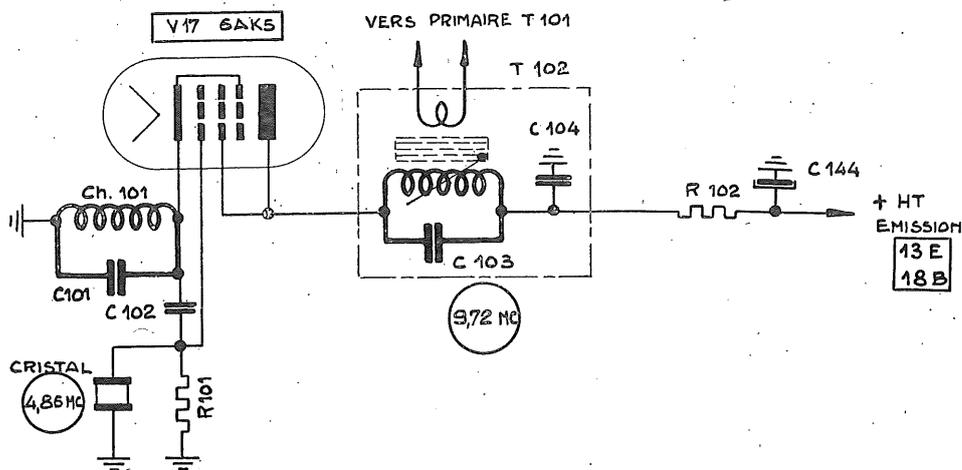

Fig. 15 - Oscillateur 9,72 Mcs
a) Oscillateur 9,72 Mcs (fig. 15).